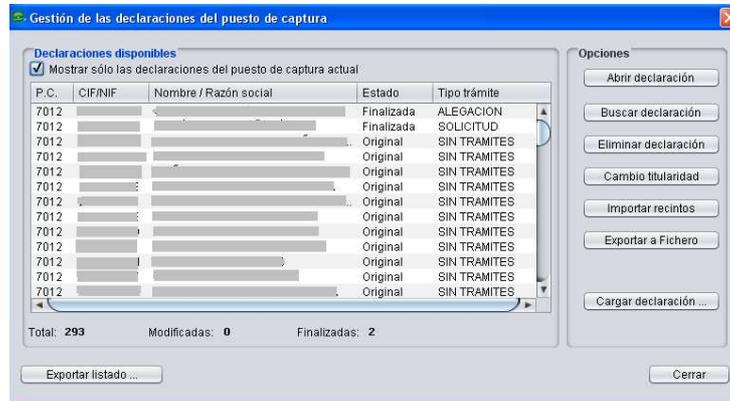

Fig. 76
2. **Abrir la ventana “Gestión de declaraciones del puesto de captura”,** que se encuentra en la ruta “Declaraciones – Gestionar Declaraciones”. (Fig. 76)